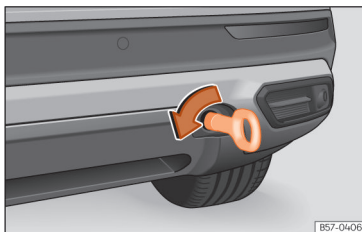

Рис. 200 Установлене буксирувальне вушко
- Укрутіть буксирувальне вушко в паз до упору **проти годинникової стрілки** >>> **рис. 200**, >>> ①. Щільно затягніть буксирувальне вушко підходящим предметом.